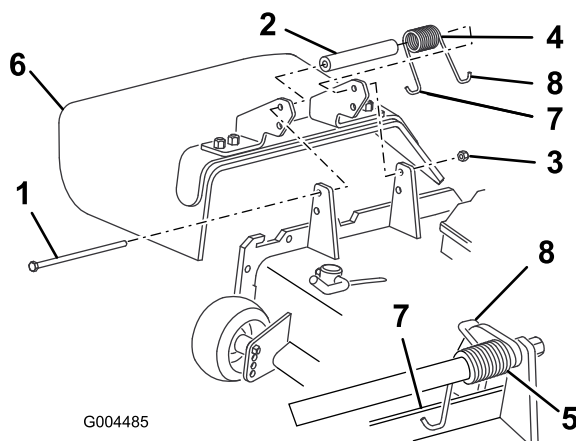

Figure 36
1. Retirez le contre-écrou, le boulon, le ressort et l'entretoise qui fixent le déflecteur aux supports de pivot (Figure 36). Déposez le déflecteur d'herbe s'il est endommagé ou usé.
Remarque: Prenez soin de placer l'extrémité en L du ressort derrière le bord de l'unité de coupe avant de mettre le boulon en place, comme montré à la Figure 36.
3. Remettez le boulon et l'écrou en place. Accrochez l'extrémité en J du ressort au déflecteur d'herbe (Figure 36).